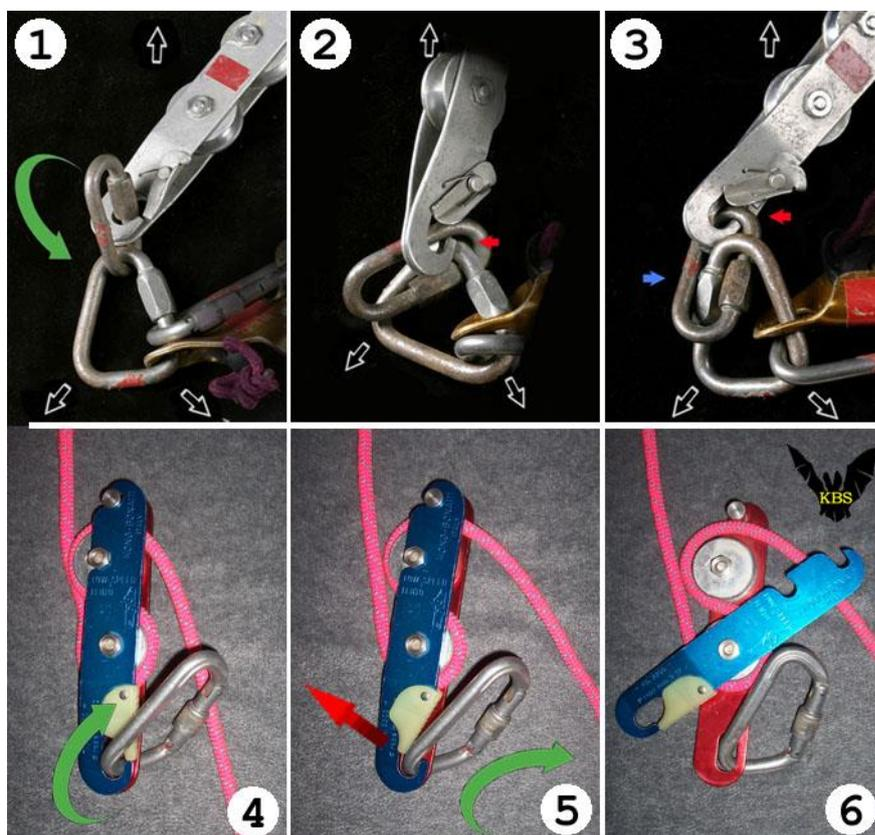

Рис.3. Раскрытие корпуса боббины во время спуска:
2) Открывание корпуса по ходу спуска карабином или мэйлон рапидом – неправильно вставшим при старте и затем развернувшимся при изменении направления нагрузки (**Рис.3**).